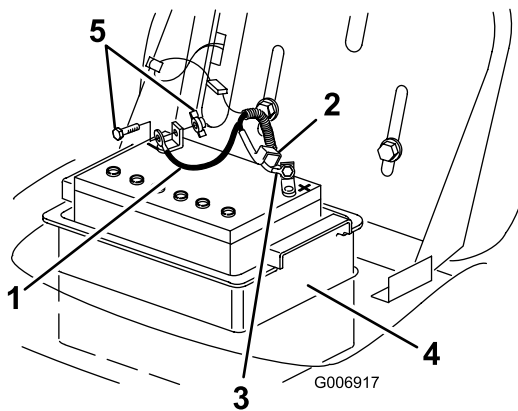

Figure 27
4. Débranchez le câble négatif (noir) de mise à la masse de la borne de la batterie (Figure 27).
- Repoussez le capuchon en caoutchouc sur le câble positif (rouge). Débranchez le câble positif (rouge) de la borne de la batterie (Figure 27).
- Sortez le compartiment de la batterie et la batterie du châssis (Figure 27).
- Placez le compartiment de la batterie et la batterie dans le châssis (Figure 27).
- Connectez le câble positif (rouge) à la borne positive (+) de la batterie à l'aide du boulon et de l'écrou à oreilles (Figure 27).
- Connectez le câble négatif (noir) à la borne négative (-) de la batterie à l'aide du boulon et de l'écrou à oreilles (Figure 27).